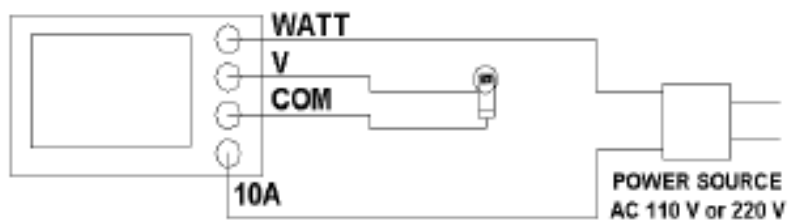

Fig. 2
Realice la conexión de cables y conecte las sondas de test a los terminales (3-16, 3-17, 3-18, 3-19 – Fig. 2).
6. \* Conecte la "Carga" a los terminales 3-17, 3-18, (Fig. 2).
\* Conecte la "Fuente de alimentación" a los terminales 3-16, 3-19 (Fig. 2).